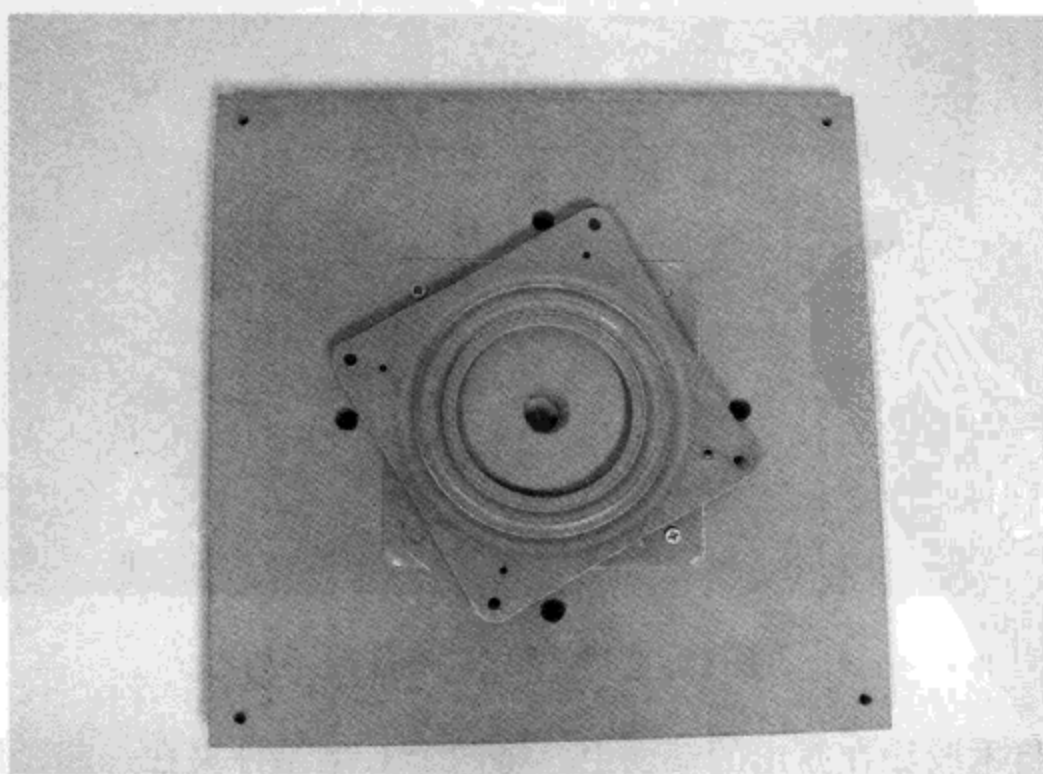
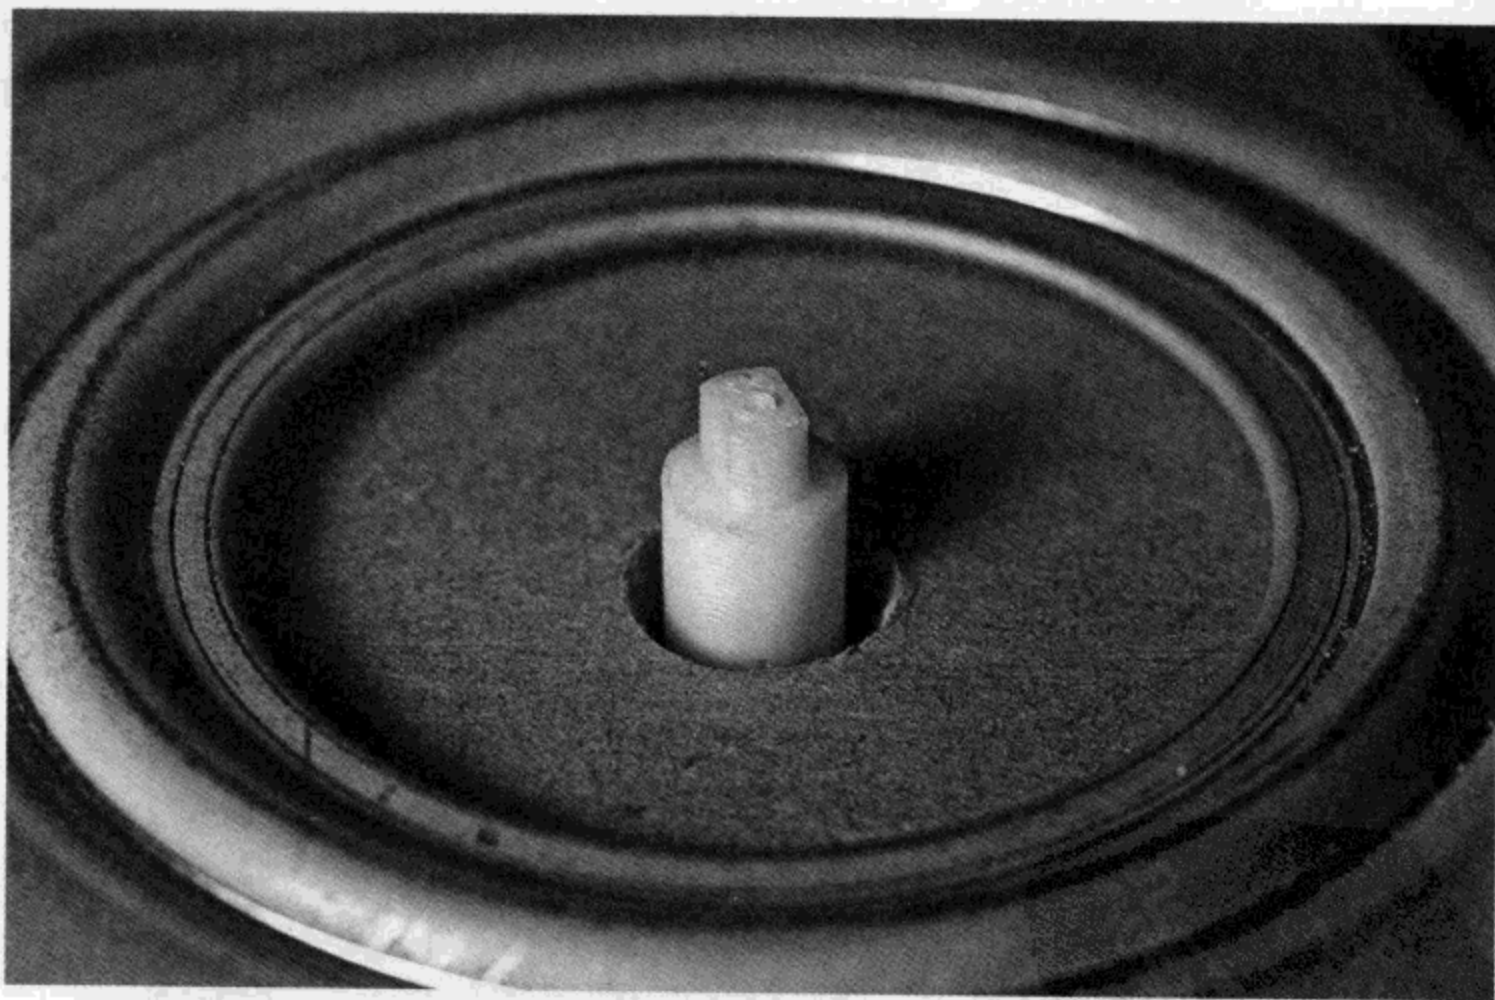

图10.3 安装转盘的轴承
图10.4 盒子顶部中心的联轴器
(4) 胶干后，用木胶涂沫盒子的底部，把它粘在作为底面的另外一个方形木板上。
(5) 戴上防护镜。在另外一个方形木板的4个角上，各钻1个 $\frac{1}{8}$  in的通孔，用来配合最后密封盒子的4#木螺钉。将这块方板放在盒子的顶部，用铅笔标出钻孔的位置。参见图10.3，看看这些孔的位置。用一块废木料垫在方形木板的底部，避免钻到桌子上，或者使用一个钻床也可以。同样，钻孔时最好用夹子将木板固定。
(6) 找到并标出木板的中心。用 $\frac{1}{8}$  in 的钻头钻 1 个孔，再用 1 个 $\frac{1}{2}$  in 的钻头扩大（有了导孔，钻大一点的孔会很容易）。
(7) 找到顶部的方形木板的中心，用 4 个 $\frac{1}{2}$  in 长的 4# 木螺钉将轴承装在转台的中心，轴承闪亮的环形面朝下。如果用改锥手动拧螺钉时有困难，可以先钻 $\frac{1}{16}$  in 的导孔。带两个螺钉的装好的轴承如图 10.3 所示。
(8) 要完成转台的安装，需要使用转盘的角上还没有用过的 4 个安装孔。要钻检查孔，需要将轴承转约 $45^\circ$ ，直到可以通过孔看到下面的木头。标出需要钻孔的位置，用 $\frac{1}{4}$  in 的钻头钻这些孔。这些检查孔是图 10.3 中转盘的边上没有用过的 4 个孔。
(9) 准备一个转台，自己做或在网上订购都可以。如果要下载一个制作模板的数字文件，可以在 [www.makingthingsmove.com](http://www.makingthingsmove.com) 上查找相关内容。
(10) 安装电机。首先在电机上套上联轴器，把它粘在之前钻好的中心孔中。弄完后，应该如图 10.4 所示。